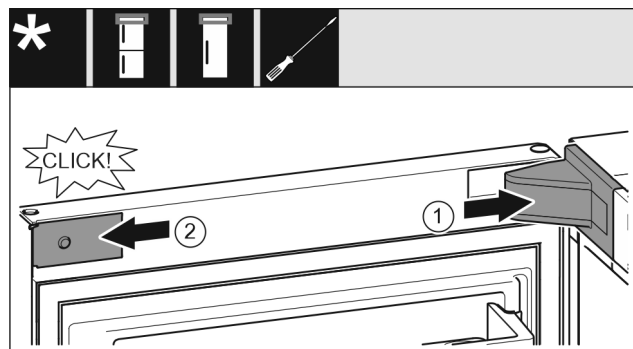

Fig. 22
- ▶ Afdekking van de lagerbus aanbrengen en vastklikken, en indien nodig, voorzichtig uit elkaar drukken. Fig. 22 (1)
- ▶ Paneel zijdelings aanbrengen en vastklikken. Fig. 22 (2)